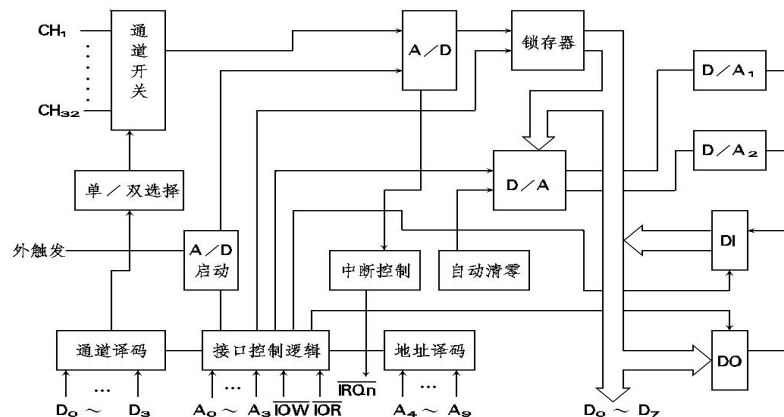

图 1 工作原理框图
3.1 工作原理框图: PC-6311D 模入模出接口卡工作原理框图见图 1。